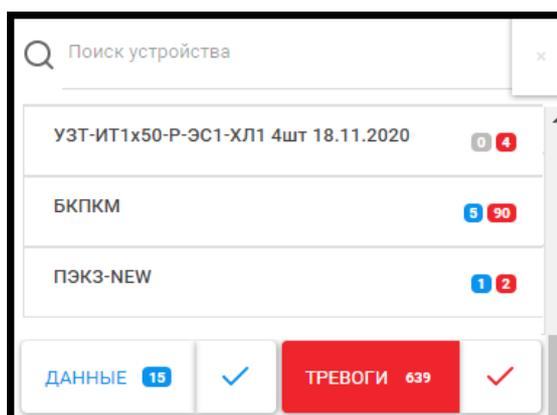

Рисунок 26 – Активация фильтра «Тревоги»
3.5.5.3 При нажатии на кнопку «Тревоги» включится фильтр по устройствам, имеющим значок «тревожные данные», в результате чего кнопка окрасится в красный цвет, а в списке устройств останутся только те группы, которые содержат устройства со значком «тревожные данные» (рисунок 26).